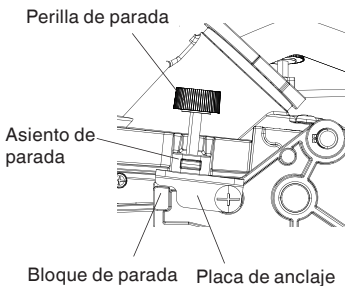

Fig. 19-b
- (2) Para ajustar el desplazamiento de altura máximo del cabezal de corte, siga los pasos indicados a continuación: (Fig. 19-b)